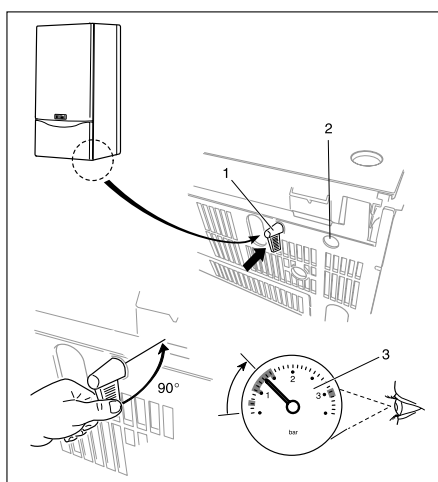

图 8.2 VUW 采暖系统注水
- 打开注水阀(1)用冷水注满系统，直至压力达到1.2-1.5 bar(见图8.2)；